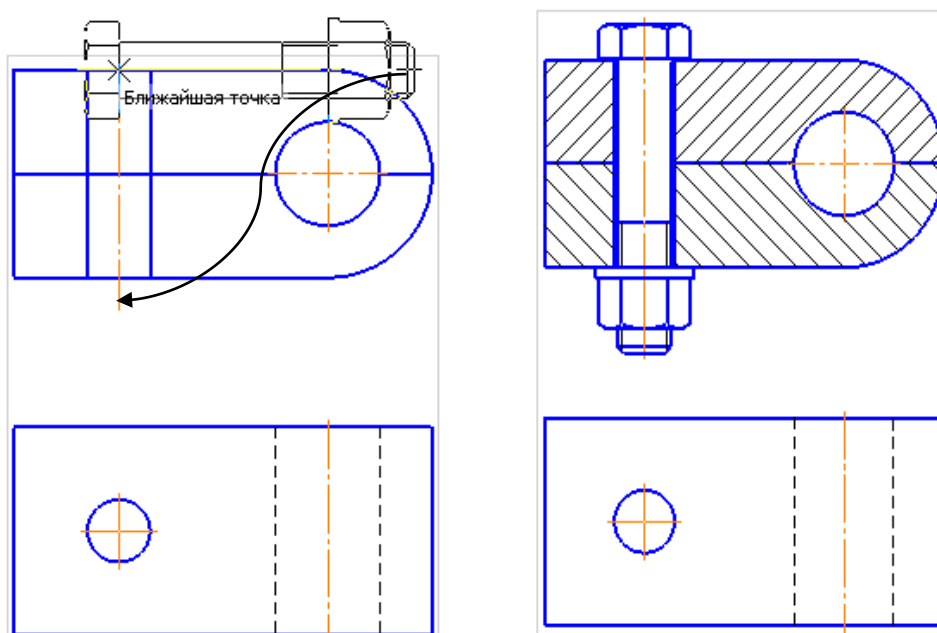

Рисунок 4.
10. Появится фантом болтового соединения. В нужном месте главного вида чертежа зафиксировать щелчком левой кнопки положение первой точки привязки объекта (привязка идет под головкой болта), повернуть изображение под нужным углом и окончательно зафиксировать изображение на чертеже (рисунок 4).